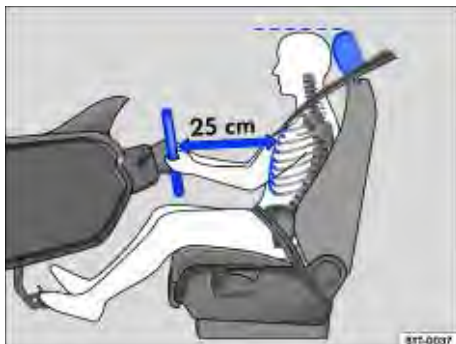

Fig. 39 A distância correta entre o condutor e o volante deve ser de, no mínimo, 25 cm.
- Ajustar o banco de modo que a distância entre ele e o tórax tenha no mínimo 25 cm ⇒ Fig. 39 e que o condutor possa segurar o volante pela borda externa com as duas mãos e os braços ligeiramente dobrados.
- Para os bancos com apoio para cabeça: ajustar o apoio para cabeça de modo que a sua borda superior se encontre preferencialmente na mesma linha da parte superior da cabeça ⇒ Fig. 39 e ⇒ Fig. 40— porém não abaixo da altura dos olhos. Posicionar a parte posterior da cabeça o mais perto possível do apoio para cabeça.